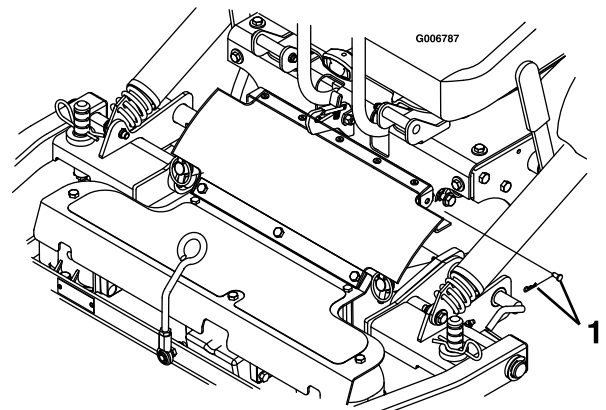

Figura 70
7. Retire el pasador de horquilla y la chaveta de ambos lados del protector de la TDF (Figura 70).
6. Alinee la parte superior del protector de goma de la TDF con las pestañas de la parte delantera de la consola, y sujete el conjunto con un pasador de horquilla y una chaveta en cada lado (Figura 70).